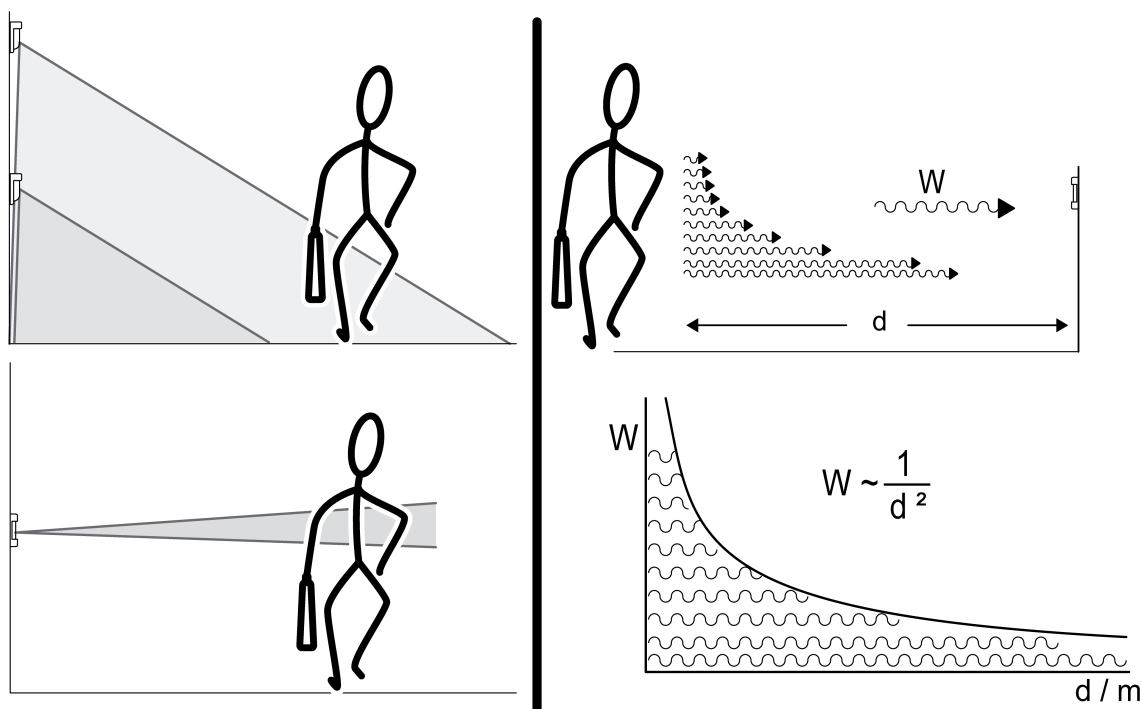

Bild 4: Registrering av värmekällor – registreringsfältets geometri och avstånd (fotometrisk avståndslag)
- Registreringsområdets geometri: En rörelsedetektor som är riktad snett nedåt skiljer sig från en som är riktad rakt fram utan att begränsas (bild 4).
- Avstånd mellan värmekällan och rörelsedetektorn: ju längre värmekällan är från sensorn desto svagare är signalen som sensorn registrerar (bild 4).